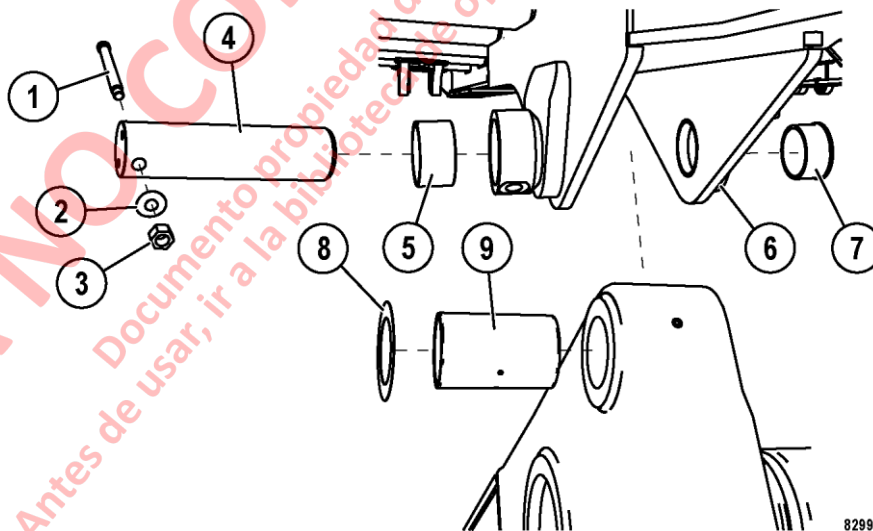

FIGURA 3-3. PASADOR DE PIVOTE DE LA TOLVA
5. Saque la tuerca auto bloqueante (3, Figura 3-3), la golilla plana y la tuerca (2) y el perno de respaldo (1) de cada pasador de pivote de la tolva.
7. Saque los pasadores de pivote de la tolva (4) lo suficiente como para permitir que las laines (8) caigan afuera. No es necesario el retiro completo de los pasadores a menos que vaya a montar pasadores nuevos.
2. Instale laines (8, Figura 3-3) en ambos pivotes de la tolva, según sea necesario, para llenar los espacios externos y centre la tolva en el pivote del chasis.